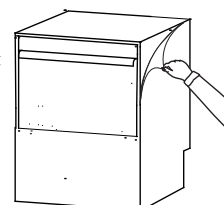

Fig.3
- 3- Retirer le film de protection de l'appareil. (Fig.3)